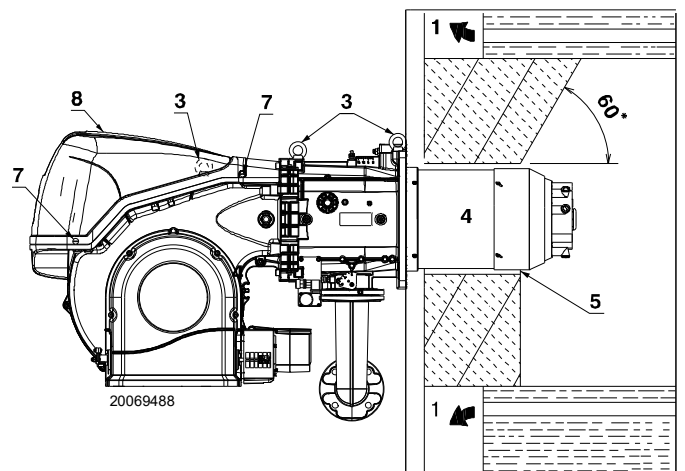

Abb. 14
Die Länge des Flammrohrs wird entsprechend den Angaben des Kesselherstellers gewählt und muss in jedem Fall größer als die Dicke der Kesseltür einschließlich feuerfestem Material sein. Für Heizkessel mit vorderem Abgaszugsystem 1) (Abb. 14) oder mit Flammenumkehrkammer muss eine Schutzschicht aus feuerfestem Material 5) zwischen feuerfestem Material des Kessels 2) und Flammrohr 4) vorgesehen werden. Der feuerfeste Teil kann eine konische Form aufweisen (mindestens 60°). Diese Schutzschicht muss so angelegt sein, dass das Flammrohr entnommen werden kann.
Durch Einhaken an den Ringen 3) (Abb. 14) ein angemessenes Hebesystem vorbereiten, nachdem die Befestigungsschrauben 7) der Verkleidung 8) entfernt wurden.
- Den beige-packten Hitzeschutz am Flammrohr 4) (Abb. 14) einpassen.